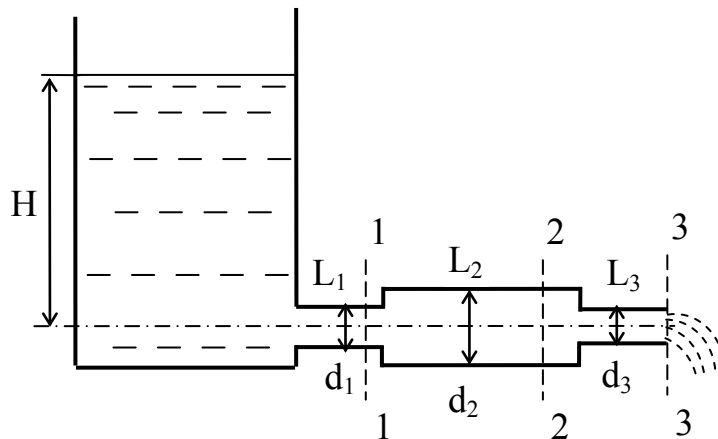

Рисунок 8.4
**8.2.8** Из отвору у бiчній стiнцi посудини (рис. 8.4) по горизонтальнiй трубi змiн-ного перерiзу витiкає вода. Визначити витрату води  $Q$ , а також середнi швидкостi  $i$  тиски у перерiзах трубопро-воду 1, 2 i 3, якщо рiвень во-ди у посудинi постiйний за умови, що вiдомi дiаметри трубопроводу  $d_1, d_2, d_3$ , а рi-вень води у посудинi вiдно-сно осi трубопроводу  $H$ . Гiдравлiчними втратами у трубi знехтувати.